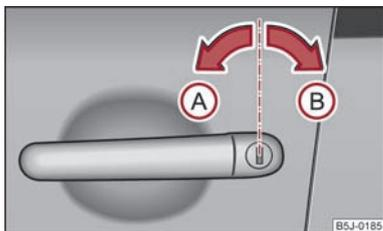

Abb. 12 Schlüsseldrehungen zum Ent- und Verriegeln
- Drehen Sie den Schlüssel im Schließzylinder der Fahrertür in die Fahrtrichtung (Entriegelungsstellung) (A) ⇒ Abb. 12.
- Drehen Sie den Schlüssel im Schließzylinder der Fahrertür gegen die Fahrtrichtung (Verriegelungsstellung) (B) ⇒ Abb. 12.